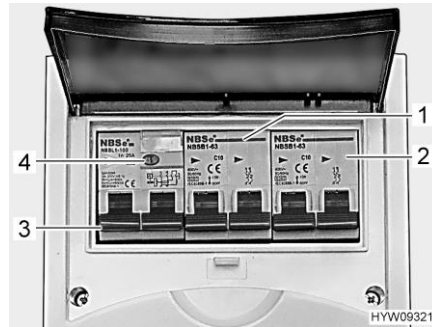

Fig. 101 Interruttore di sicurezza e interruttore automatico FI (scatola dei fusibili a 230 V)
Un interruttore di sicurezza per correnti di guasto (interruttore automatico FI) (Fig. 101,3) nella scatola dei fusibili protegge l'intero veicolo da correnti di guasto (30 mA).
L'interruttore di sicurezza collegato in serie (10 A) (Fig. 101,1) protegge le prese da 230 V, la centralina elettrica, il caricabatteria supplementare e il frigorifero.
Per veicoli con accessori opzionali, p. es. l'impianto di climatizzazione a tetto, un ulteriore interruttore di sicurezza (16 A) (Fig. 101,2) protegge l'apparecchio.
- Se il veicolo è collegato all'alimentazione a 230 V, premere il tasto di controllo (Fig. 101,4). L'interruttore di sicurezza per correnti di guasto (FI) deve scattare.